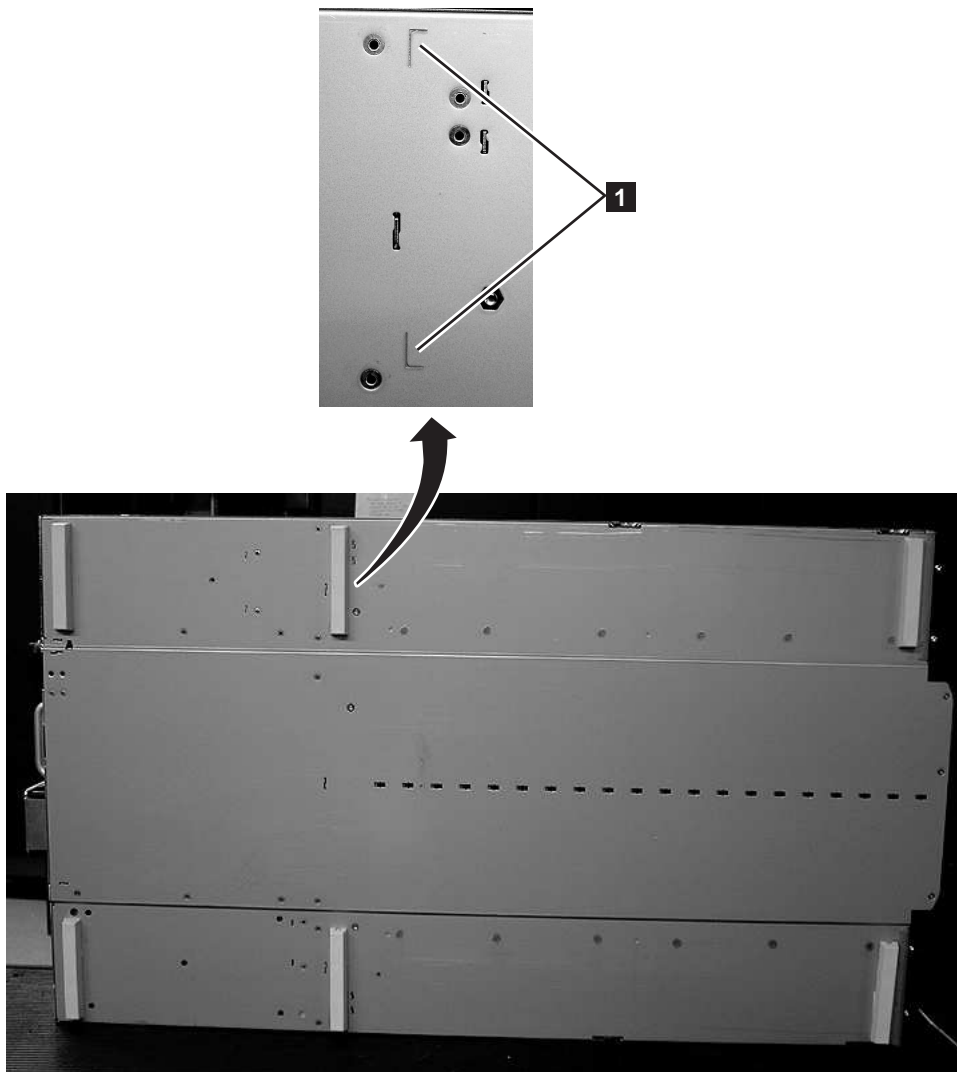

Figura 148. Instalación de las almohadillas de las patas en la parte inferior del alojamiento de la biblioteca
- 3) Instale las almohadillas de las patas en la parte inferior del alojamiento de la biblioteca introduciendo cada pie en una de las seis áreas (**1**), tal como se muestra en la Figura 148.